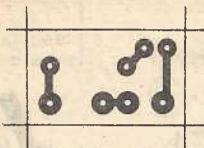

Fig. 4
- **FIG. 4** - É aqui que "mora o segredo"... O chamado **lay out** do Circuito Impresso mostra justamente, em **tamanho natural**, sem
lado” do próprio **lay out** (fig. 4, no caso...). Assim as relações visuais direita/esquerda ou em cima/em baixo, estão sempre **invertidas** no chapeado (em relação à distribuição vista no **lay out**), assim como uma “visão no espelho”. Quem esquece disso (e esse esquecimento é **muito** comum entre os iniciantes...) se atrapalha todo na hora de confeccionar ou montar uma placa de Circuito Impresso! Outros aspectos a serem considerados, dentro das normas que ABC usará SEMPRE, nas informações visuais contidas nas futuras Revistas/Aulas: